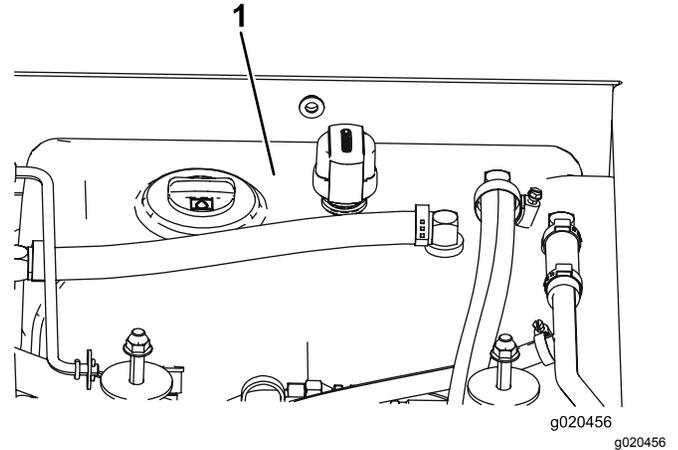

Figura 104
4. Llene el depósito (Figura 104) con fluido hidráulico; consulte Comprobación del fluido hidráulico \(página 76\).